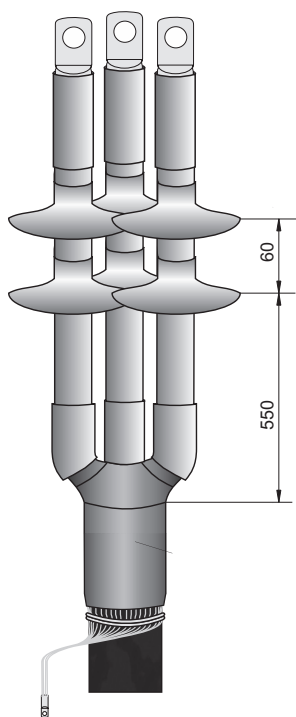

Рисунок 13
4.20 В случае концевой муфты наружной установки после усадки трекинговой трубки (4.16) надеть на каждую жилу кабеля по два термоусаживаемых изолятора с интервалом 60 мм между изоляторами и усадить, начиная с нижнего (рисунок 13).